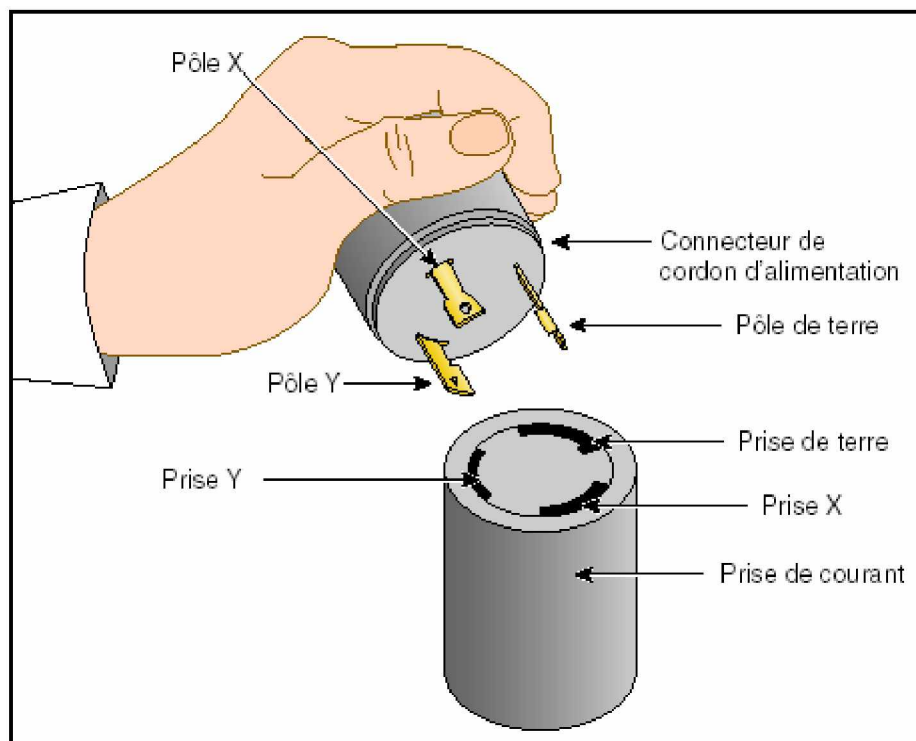

Figure 1-8 **Prise de courant monophasé de 30 ampères pour les sites d'Amérique du Nord**
- Vérifiez la tension entre la prise X et la prise Y (reportez-vous à la figure 1-8). Le compteur devrait indiquer entre 200 et 240 VCA.